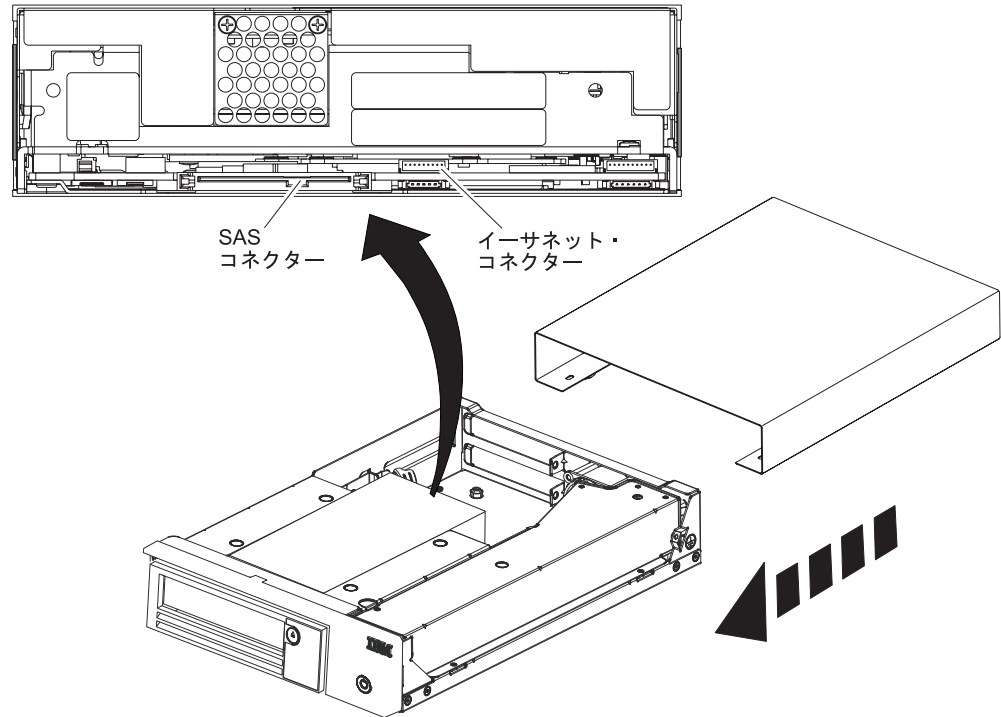

図 24. 内蔵ドライブからのケーブルの取り外し
6. ドライブの背面パネルを慎重に押して、カバーからシャーシを取り外します (87 ページの図 24 を参照)。
1. ドライブから SAS インターフェース・ケーブルおよびイーサネット・ケーブルを切り離します (図 24 を参照)。内部 SAS インターフェース・ケーブルの切り離しでは、SAS インターフェースと電源の両方をドライブから切り離します。